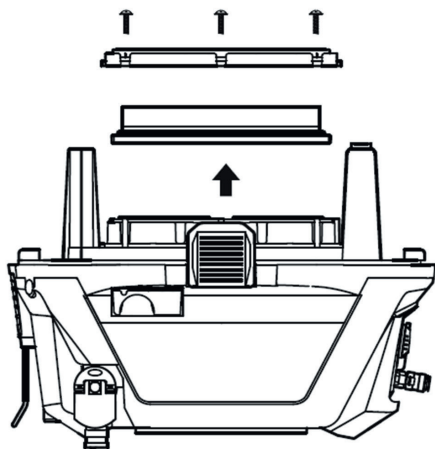

Рис. 15
- Чтобы снять основной фильтр - снимите моторный отсек, открутите винты крепления воздушного фильтра и извлеките фильтр (рис. 15).